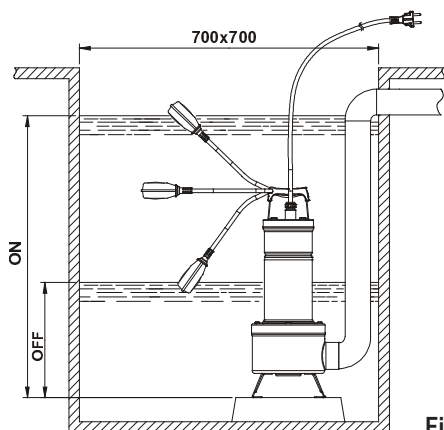

Fig.1
- 4.1 Daca pe fundul putului exista multa murdarie, atunci se recomanda montarea unui suport de sustinere pentru a evita infundarea grilei de aspiratie (Fig.1).